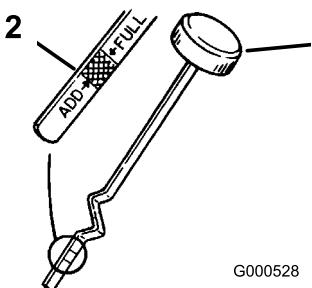

Figura 34
3. Desenrosque la varilla de aceite y límpie el extremo (Figura 34).